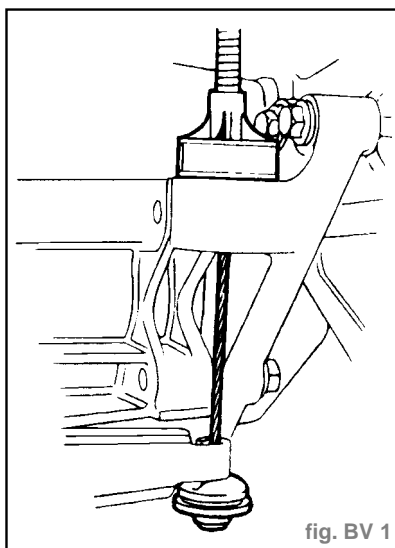

fig. BV 1
- Débrancher le câble d'embrayage du levier de débrayage (fig. BV. 1).